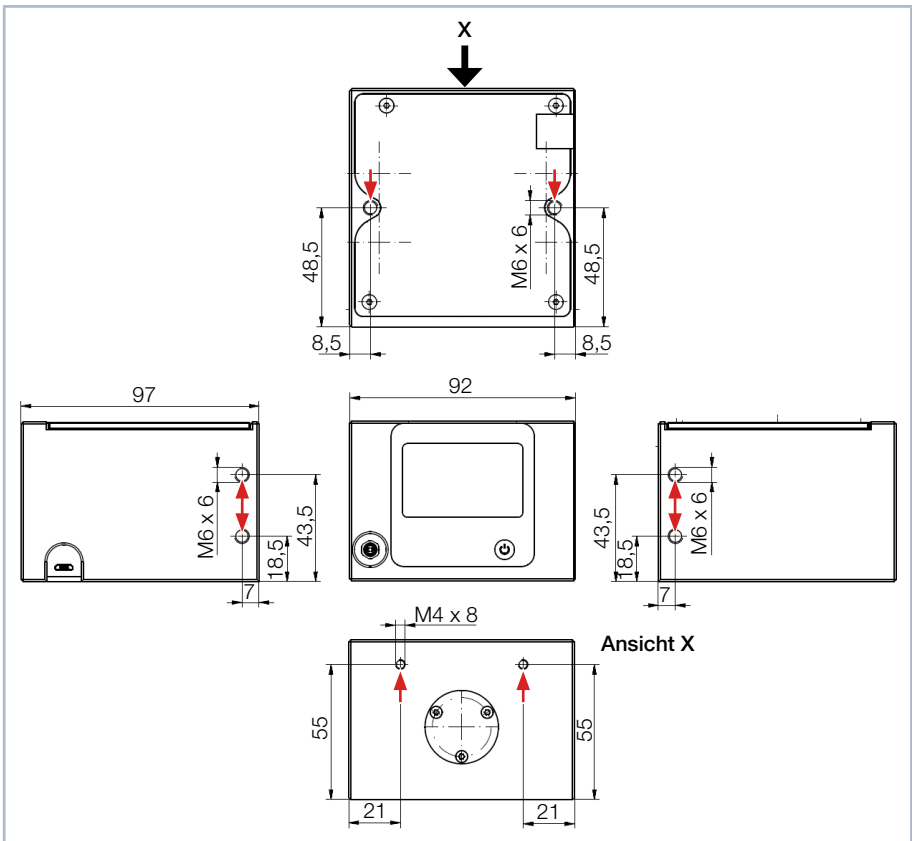

Abb. 8.2: Befestigungsgewinde im Gehäuse
2. Montieren Sie das Gerät an den Befestigungsgewinden gemäß den Angaben in der Abb. 8.2 auf Seite 17.
3. Schrauben Sie die Befestigungsschrauben aus den Befestigungsgewinden heraus (siehe Abb. 8.2 auf Seite 17).